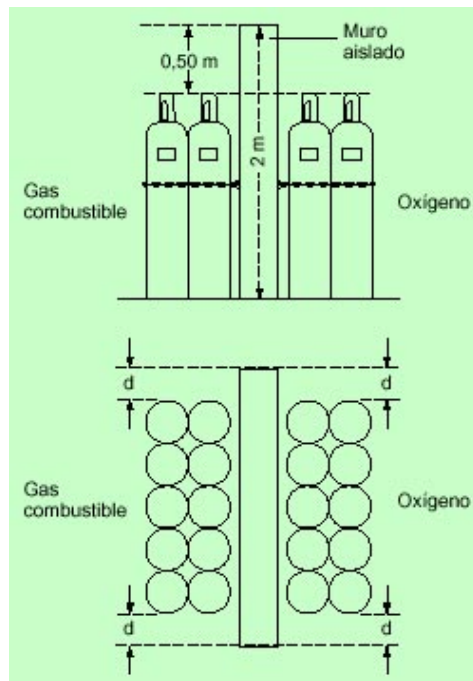

Fig. 8: Almacenamiento de botellas separadas por un muro aislado
- Muro aislado: la altura del muro debe ser de 2 m como mínimo y 0,5 m por encima de la parte superior de las botellas (fig. 8). Además la distancia desde el extremo de la zona de almacenamiento en sentido horizontal y la resistencia al fuego del muro es función de la clase de almacén según se puede ver en la Tabla 4.